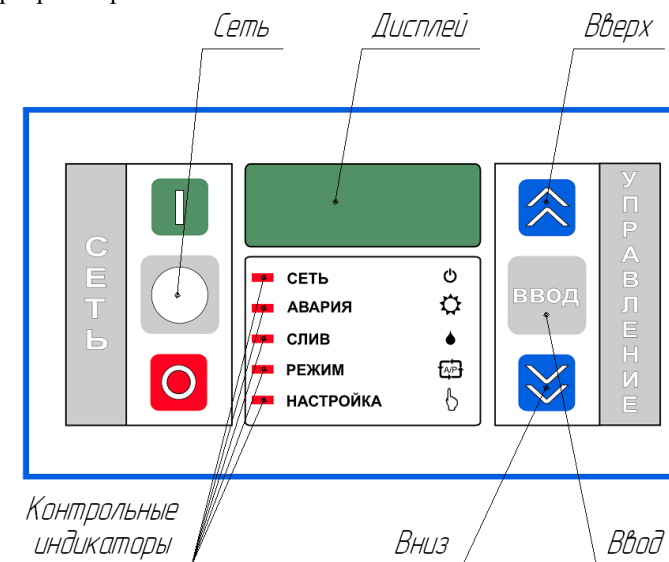
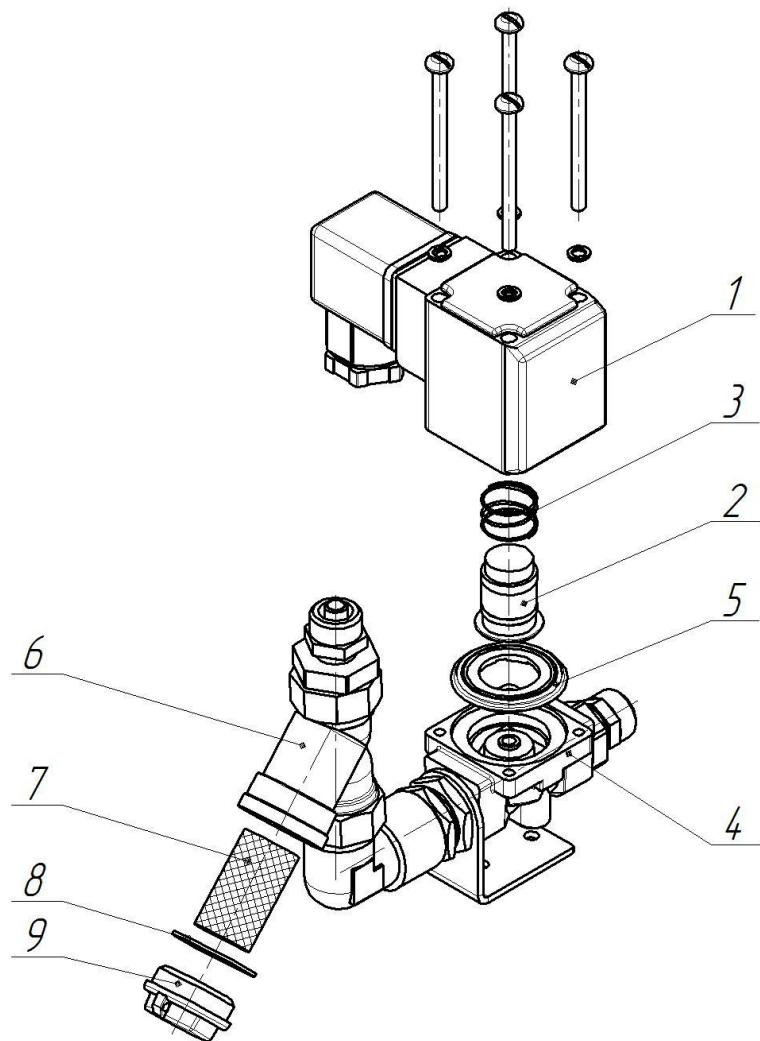

Рисунок 5 - Панель блока управления
Рисунок 6 – Устройство слива конденсата
• Не происходит слив конденсата (ни масла, ни воды)	1. Проверить монтаж электропроводки. 2. Загрязнение фильтра предварительной очистки в устройстве для слива конденсата; почистить фильтрационную сетку 7 (рис. 5) 3. Перегорела катушка электромагнитного клапана в устройстве для слива конденсата; заменить катушку. 4. Засорение или заклинивание электромагнитного клапана в устройстве для слива конденсата; клапан почистить или заменить (рис. 6). 5. Проверить работоспособность терморегулятора; если неисправность сохраняется, заменить.
• Постоянная утечка воздуха через устройство для слива конденсата.	1. Заклинивание электромагнитного клапана в устройстве для слива конденсата; клапан почистить или заменить (рис. 6). 2. Проверить значение интервала слива конденсата, настроенное в программе терморегулятора.